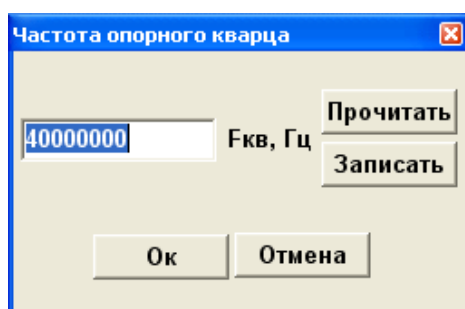

Рис. 43. Вкладка «Частота опорного кварца»
2.7.5. Нажмите кнопку **Изменить** справа от значения частоты опорного кварца. На мониторе появится вкладка, изображенная на рис. 43.